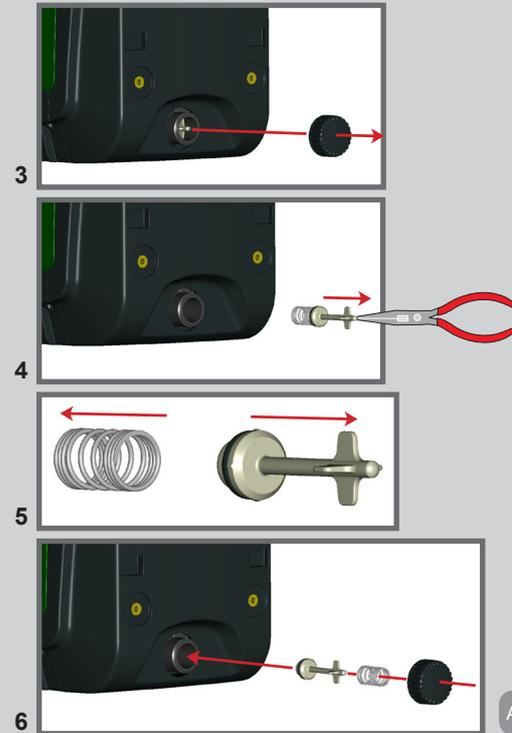

Abbildung 20
- 3 - Den Abflussdeckel auf jeden Fall entfernen, dabei darauf achten, die O-Ring-Dichtung nicht fallen zu lassen (Abb.20-A)